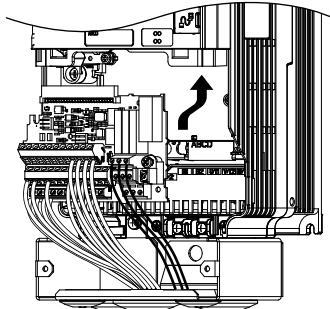

Figure 6.5 Installer la carte de raccordement
1. Après avoir câblé le circuit principal, connecter le bornier au variateur tel qu'affiché dans la Figure 6.5. Utiliser les vis d'installation pour attacher la carte de raccordement en place.